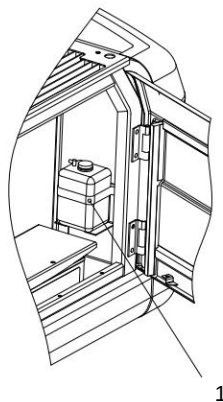

Figura 4-4
verificação: a) Abra a porta traseira esquerda da máquina e verifique o reservatório auxiliar de água (1) conforme Figura 4-4; b) Se o líquido refrigerante no tanque auxiliar está entre as marcas LOW e FULL, conforme mostrado na Fig. 4-5. Se o resfriamento